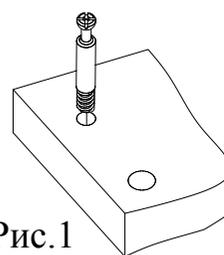

Рис.1
1. Подготовьте детали к сборке. Вкрутите шпильки минификсов в деталь 1 (Рис. 1).